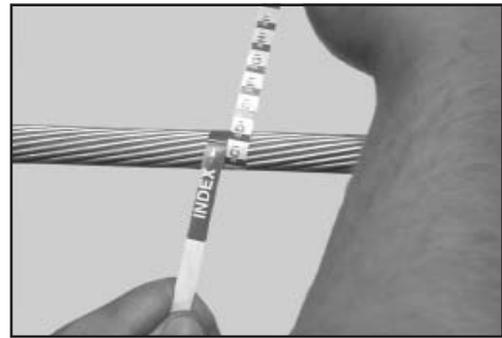

Figura 6
- Enrolle la cinta alrededor del cable (figura 6);